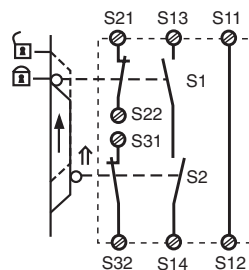

Fig. 7: Control de puerta protectora bicanal, rearme automático/Controllo bicanale riparo mobile, start automatico/Tweekanalige hekbewaking, automatische start
- Fig. 7: Rearme automático para el control de puerta protectora: El dispositivo está preparado para rearmarse con la puerta de protección abierta por medio del circuito de rearme S13-S14. Después de cerrarse los circuitos de entrada S11-S12, S21-S22 y S31-S32 se cerrarán los contactos de seguridad.
- Fig. 7: start automatico per controllo ripari mobili: Con riparo mobile aperto, il dispositivo è pronto per lo start attraverso il circuito di start S13-S14. Dopo la chiusura dei circuiti di ingresso S11-S12, S21-S22 e S31-S32 i contatti di sicurezza vengono chiusi.
- Fig. 7: Automatische start bij hekbewaking: